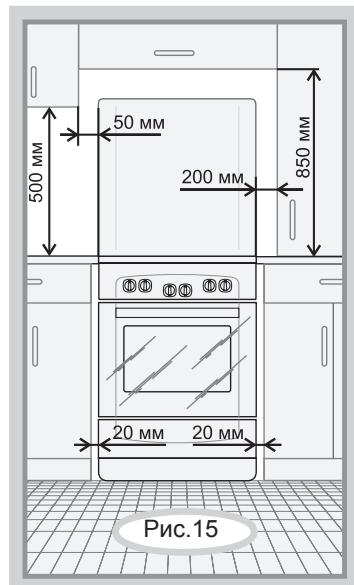

Рис.15
- Минимальные расстояния, которые необходимо выдержать при установке плиты, показаны на рис. 15. Задняя стенка плиты должна отстоять от поверхности стены не менее чем на 50 мм.